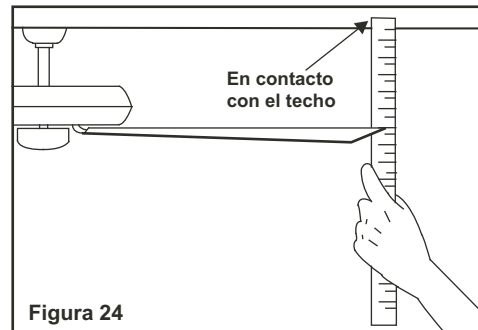

Figura 24
2. La mayoría de los problemas de oscilación se originan cuando los niveles de las aspas son desiguales. Revisar esté nivel por medio de seleccionar un punto del techo por encima de la punta de una de las aspas. Medir esta distancia como se muestra en la Figura 24. Rotar el ventilador hasta que la siguiente aspa esté ubicada para medición. procedimiento para cada aspa. Las medi repetir el das hacer fucional deben mantenerse dentro de 1/8 pulgadas (3mm).